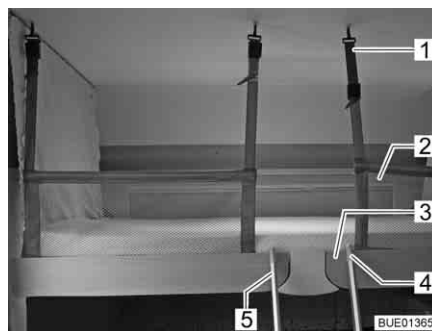

Bild 89 Höjbar säng med uppspänt skyddsnet
Skyddsnätet (Bild 89,2) med säkerhetsremmarna befinner sig under madrassen i den höjbara sängen. Skyddsnätet ska först monteras när personerna som ska sova där befinner sig på den höjbara sängen.
- Haka fast säkerhetsremmarna (Bild 89,1) i krokarna i taket.
Använd endast den medföljande stegen (Bild 89,5) för att komma upp i den höjbara sängen.
- Haka in stegens (Bild 89,5) två byglar (Bild 89,4) på den höjbara sängens list (Bild 89,3).
- Lossa stegen (Bild 89,5) från den höjbara sängens list (Bild 89,3).